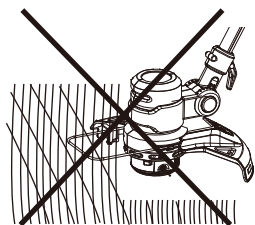
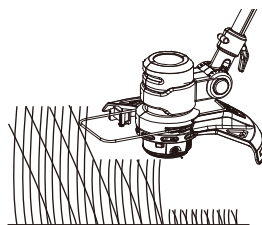

Fig. 16
Fig. 17
7. Asegúrese de que el dispositivo de corte se mantiene limpio y sin restos que puedan hacer que se atasque. Revíselo regularmente. Suelte el interruptor de encendido/apagado (2) y desconecte el producto de la corriente eléctrica antes de revisarlo.
8. Recorte el césped más largo de forma gradual; no corte el césped largo en un solo corte (Fig. 16). Para obtener los mejores resultados, corte el césped más largo de forma gradual (Fig. 17).